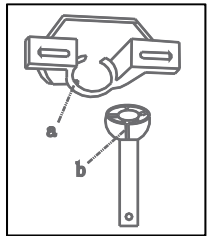

Fig. 7b
- Faites tourner le ventilateur jusqu'à ce que l'encoche (b) de la bille en aluminium s'ajuste contre l'arête (a) du support de montage (Fig. 7b).